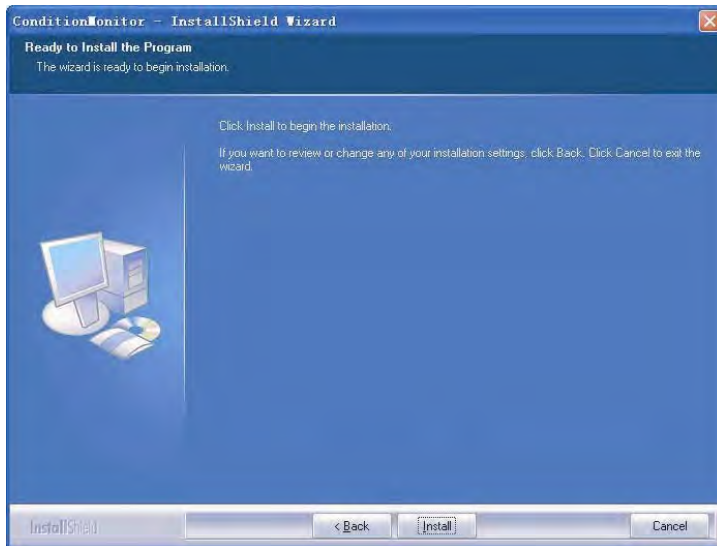

Abb. 2-11
10) Auf "Install" klicken, um die Installation zu starten. Ein Fenster wie im Bild 2-11 wird angezeigt.